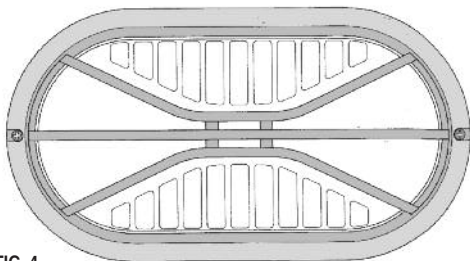

FIG. 4
**I\* N.B.:** Art. 1273 con accessorio schermo a gabbia (fig. 4), per applicazioni con tensione maggiore di 240 V o ambienti con temperature superiori a 35°C si consiglia 40W max E27.
**F\* N.B.:** Art. 1273 avec écran à cage comme accessoire (fig. 4). Pour emploi avec un voltage supérieur à 240V ou environnements avec températures supérieures à 35°C, on conseille 40W max E27.
**D\* N.B.:** Art. 1273 mit Käfigschirm als Zubehör (Bild 4). Für Benützung mit Spannung größer als 240V oder Umgebung mit Temperatur höher als 35°C empfiehlt man 40W max. E27.
**NL\* N.B.:** Art. 1273 met accessoirestuk roostercherm (fig. 4), voor toepassingen bij spanning hoger dan 240V of in omgevingen met temperaturen hoger 35°C raadt men aan 40W max E27
**E\* N.B.:** Art. 1273 con accessorio pantalla a jaula (fig. 4) para aplicaciones con tension mayor de 240V o ambientes con temperaturas superiores a 35°C se conseja 40W max E27.
**P\* N.B.:** Art. 1273 con assessorio reparo a gaiola (fig. 4) para aplicações com tensão maior de 240V ou ambientes com temperatura superiores a 35°C é aconselhavel 40W max E27.